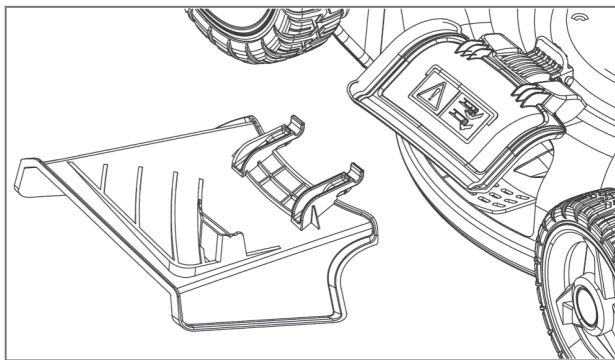

Рис. 13
- Закрепите дефлектор на газонокосилке и опустите крышку бокового выброса (рис. 13).